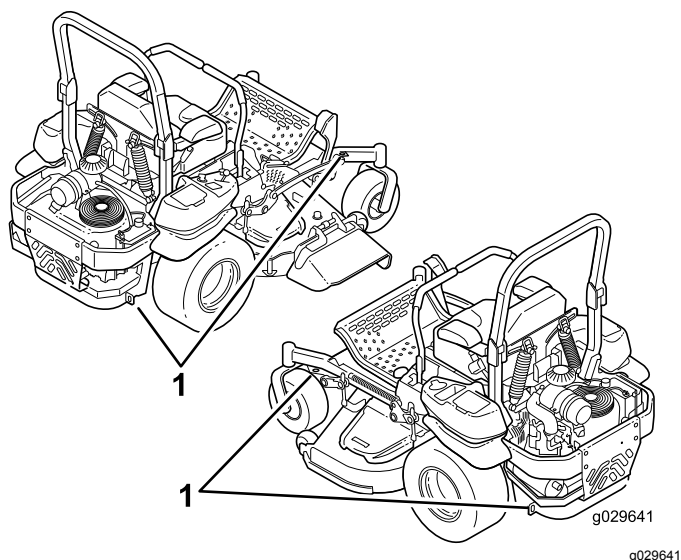

Figure 38
5. Servez-vous des points d'attache de la machine pour l'arrimer solidement sur la remorque ou le véhicule de transport au moyen de sangles, chaînes, câbles ou cordes (Figure 38).